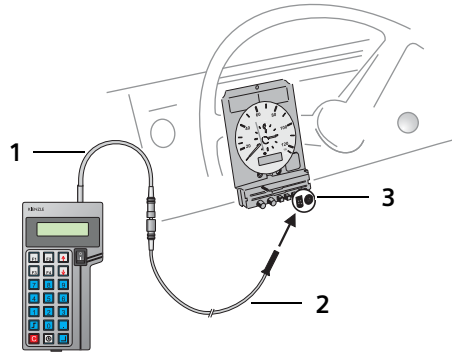

fig. 8: Raccorder le HTC+ au FTCO 1319 anschließen
1. Raccorder la fiche de diagnostic du HTC+ (1), conformément à la fig. 8, au moyen de la ligne de diagnostic FTCO (2) au Kienzle FTCO 1319 (3).